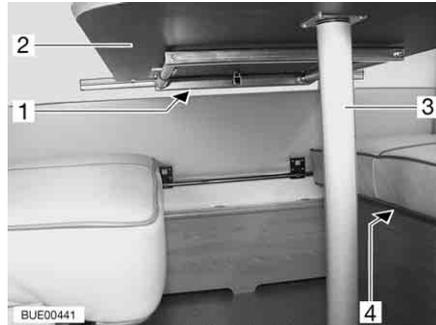
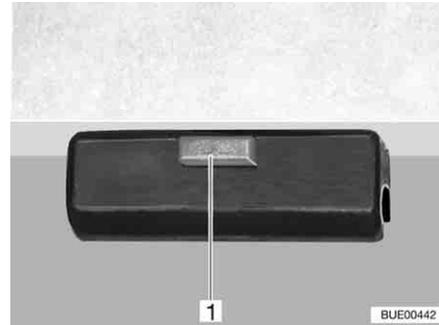

Fig. 95 Transformación en cama
Fig. 96 Bloqueo
- Levantar ligeramente por delante el tablero de la mesa (Fig. 95,2).
- Desatornillar la pata de la mesa (Fig. 95,3) y dejarla a un lado.
- En el bloqueo (Fig. 95,1) pulsar el botón de desbloqueo (Fig. 96,1).
- Colocar el tablero de mesa en los alojamientos (Fig. 95,4) de los bancos de asiento.